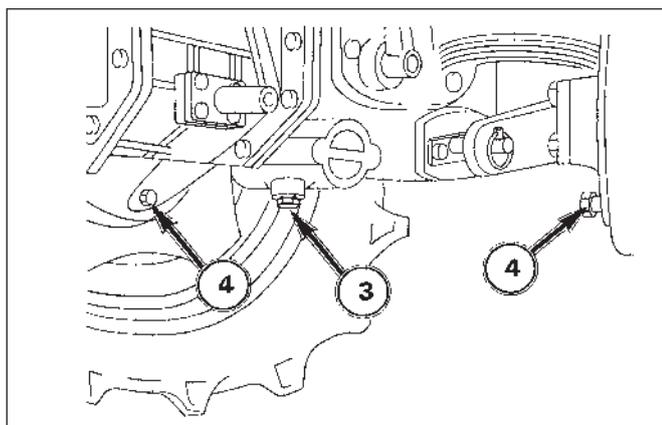

FIG. 6-13
**FIG. 6-13: Pour remplacer l'huile de transmission** – Retirez le bouchon de vidange, 3, ainsi que le second bouchon de vidange sous la boîte de prise de force centrale et les bouchons de transmission terminaux, 4, sur chaque essieu. Vidangez complètement l'huile du système.